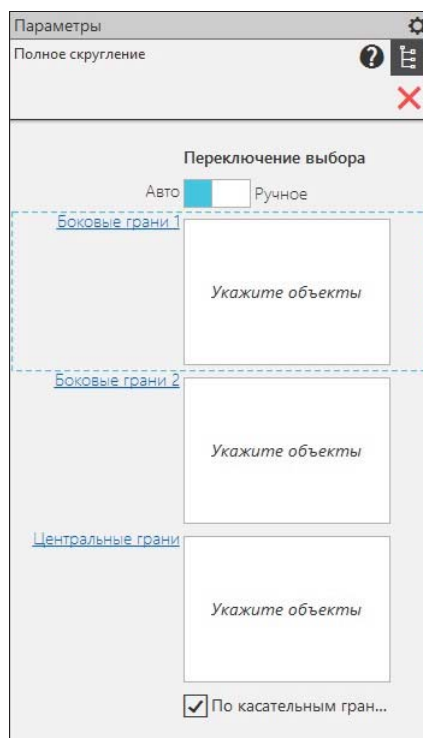

Рис. 21.8. Панель Параметры:
- ♦ укажите в графической области на модели пластины три смежные грани (совокупность граней). Названия выбираемых граней автоматически отобразятся в соответствующих полях на панели **Параметры: Полное скругление** (рис. 21.8). При необходимости вы можете отменить автоматический порядок определения граней, установив переключатель **Переключение выбора** в положение **Ручное**;